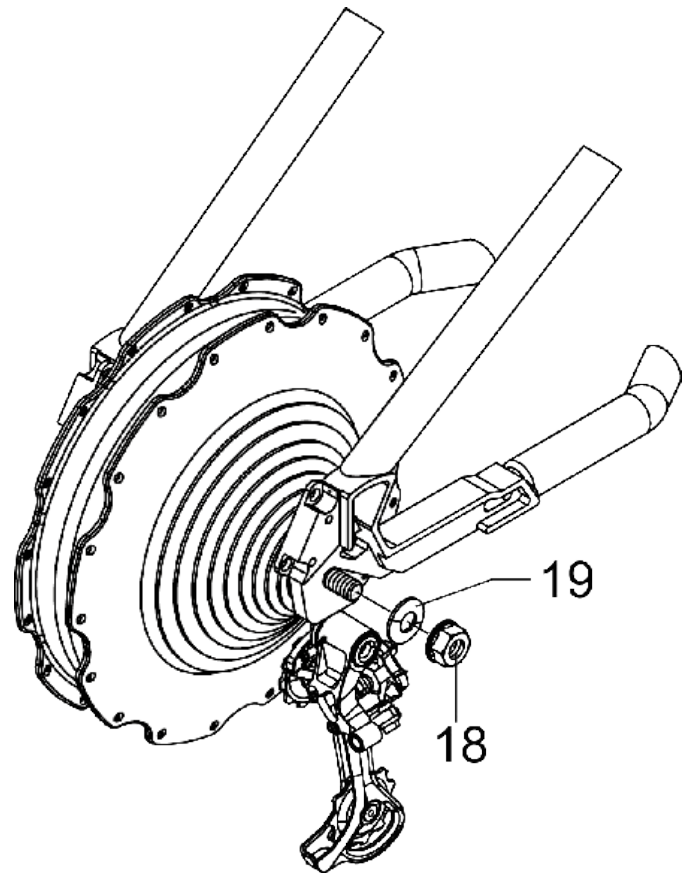

Fig. 13: Fastgørelse til gafflen [1]
- først strammes på siden af gearskiftet ( **Fig. 13** )